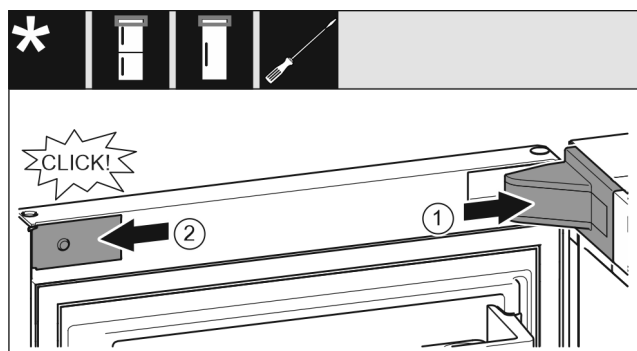

Fig. 28
- ▶ 放上并插入托架盖 Fig. 28 (1)，如有必要小心地按压分开。
- ▶ 将隔板 Fig. 28 (2) 放置到侧面并插入。